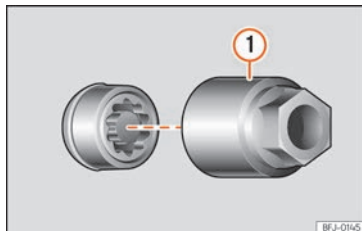

Abb. 32 Diebstahlhemmende Radschraube mit Abdeckkappe und Adapter
- Schieben Sie den Spezialadapter »» Abb. 32 ① (Bordwerkzeug »» Seite 37) bis zum Anschlag in die diebstahlhemmende Radschraube.